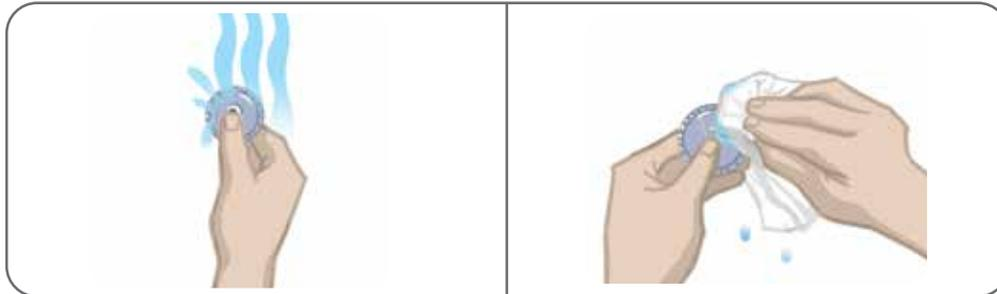

Abbildung 11-2: Befeuchten und Entfernen von überschüssigem Wasser
4. Befeuchten Sie die runden Gewebeelektroden, bis sie sich mit Wasser vollgesogen haben. Siehe Abbildung 11-2.
5. Wischen oder tupfen Sie das überschüssige Wasser vorsichtig mit einem Tuch von der Rückseite der Elektroden (die Seite mit dem Druckknopf) ab. Siehe Abbildung 11-2.